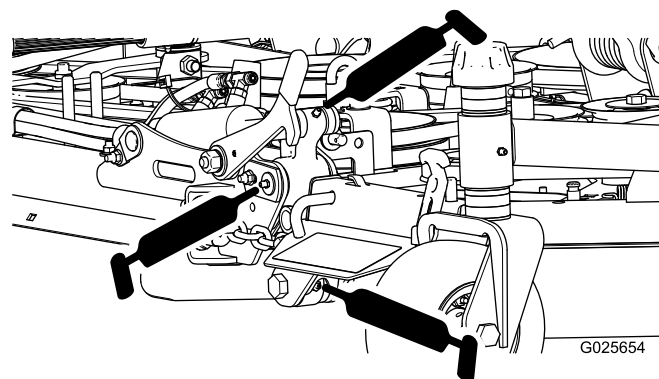

Figura 16
- Dobradiças da plataforma lateral (10) (Figura 16)